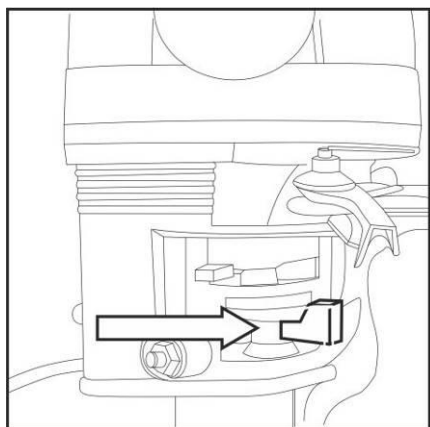

Рис. 12
1. Откройте топливный кран. Для этого рычаг топливного крана (Рис.12) установите в крайнее правое положение.